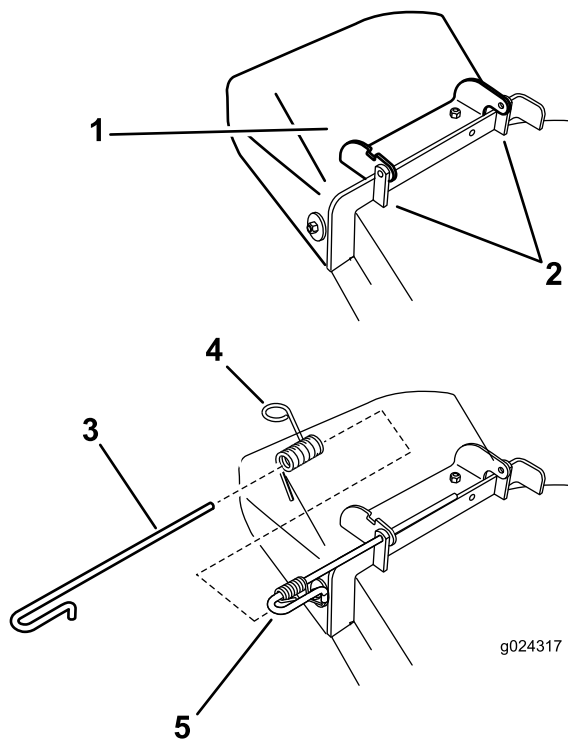

Figure 67
1. Désengagez le ressort du cran dans le support de déflecteur et sortez la tige des supports soudés du tablier, du ressort et du déflecteur d'éjection (Figure 67).
3. Positionnez le nouveau déflecteur d'éjection en plaçant les extrémités du support entre les supports soudés du tablier, comme illustré à la Figure 67.